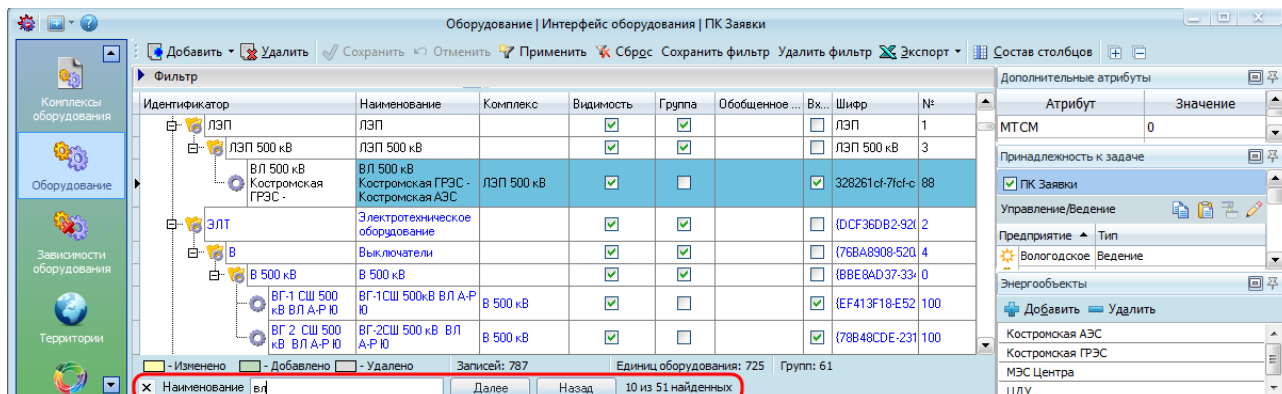

Рисунок 15.27 – Поиск оборудования по значению
- «**Поиск по значению**» – выбор данного пункта ведет к открытию дополнительной панели поиска в нижней части экрана, с помощью которой осуществляется поиск требуемой записи из имеющегося списка оборудования. (Рисунок 15.27).